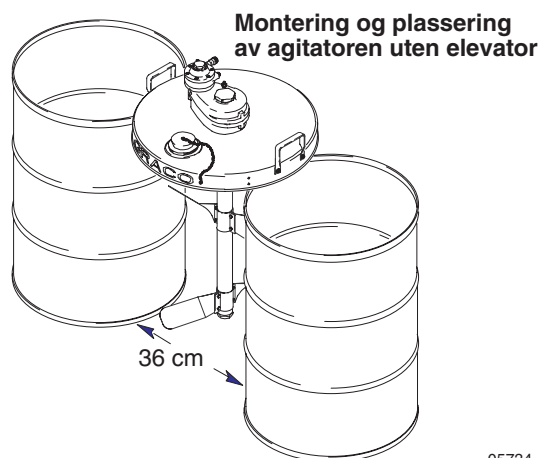

Fig. 2
Plasser to standard 208 liter tønner omtrent 36 cm fra hverandre, og sentrer tønnelokket over tønnene med Graco-logoen sentrert og vendt mot deg, slik som vist i fig. 2. Fortsett til trinn 1 i **Med eller uten elevator**.
1. Skyv agitatorakslingen gjennom et stort hull i midten av tønnelokket (29).
2. Drei agitatorens slik at luftmotoren befinner seg til venstre for akslingen, som vist i fig. 2, som innrettes over de tre gjengede hullene i bunnen av agitatorens med de tre hullene i tønnelokket.
3. Skru de tre sekskanthodeskruene (25) opp gjennom tønnelokket og inn i agitatorens, og trekk til med moment 8,4 N.m.
4. Monter et par agitatorblader (28) slik at de fire gjennomgående hullene i bladhalvdelene er innrettet (se **Deletegning** for orientering av bladene).
5. Trykk de fire skruene (31) gjennom de fire hullene i blande, og skru låsemutrene (32) på skruene.
7. Trekk til de fire låsemutrene (32) jevnt for å trekke sammen bladene, til de sitter godt på akslingen. Trekk til låsemutrene med 5,6 til 6,2 N.m. Det vil stå igjen et gap mellom bladhalvdelene.
9. Plasser den andre bladenheten nær bunnen av akslingen, men ikke på bunnpluggen (20).
10. Drei den nedre bladenheten slik at den er orientert 90 grader i forhold til den øvre bladenheten, og trekk til låsemutrene med moment (32) 5,6 til 6,2 N.m. Det vil være et gap mellom de to bladhalvdelene.